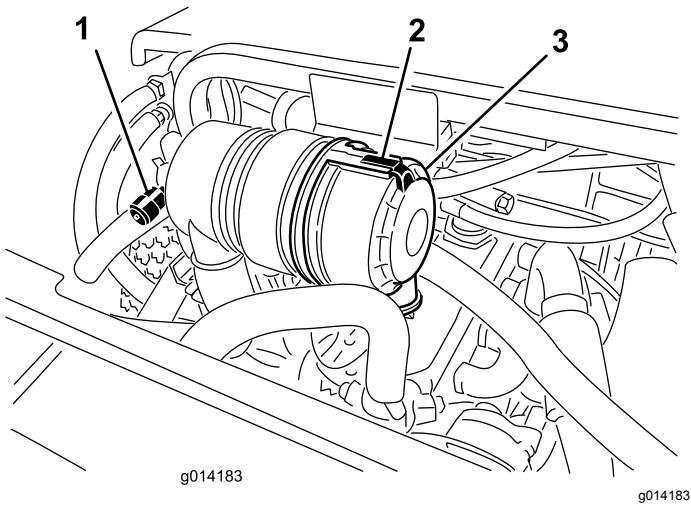

Figura 31
Revise el filtro del limpiador de aire únicamente cuando el indicador de mantenimiento (Figura 31) lo requiera. El cambiar el filtro antes de que sea necesario sólo aumenta la posibilidad de que entre suciedad en el motor al retirar el filtro.
1. Abra el enganche que sujetla la tapa del limpiador de aire a la carcasa del limpiador de aire (Figura 31).